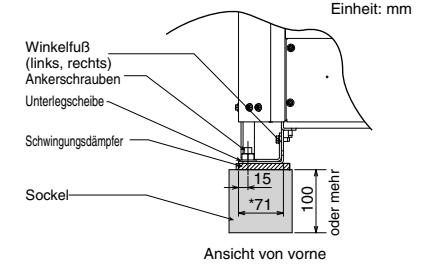

Abb. 3-4d
- Der Schwingungsdämpfer o. ä. ist der Breite und Tiefe der 100 mm Winkelfüße entsprechend auszuführen. (Siehe in Abb. 3-4d - 3-4g mit Sternchen gekennzeichnete Maße.)